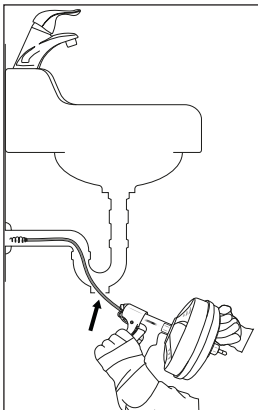

Fig. 1
- În cazul altor chiuvete trebuie îndepărtat eventual un dop de curățare sau un sifon (a se vedea fig. 1). Amplasați neapărat un recipient sub orificiul de curățare sau sub sifon pentru a capta apa care se scurge.